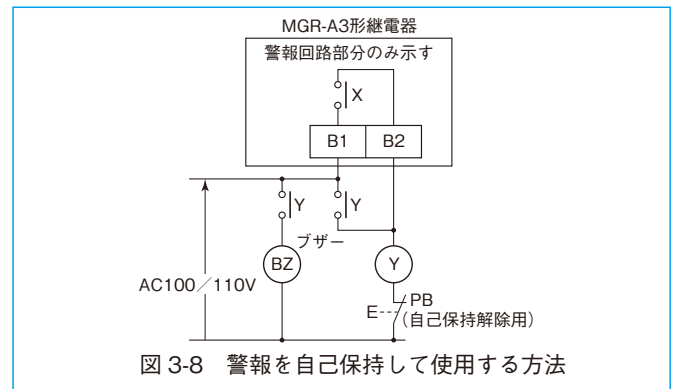

図 3-8 警報を自己保持して使用方法
- ① VT2次電圧から制御電圧を導入する定電圧回路を内蔵していますので、特別な制御電源を必要としません。
- ② 使用条件設定スイッチにより各使用条件を設定してください。
- ③ 高圧需要家内で地絡事故が発生すると、事故電流 (零相電流 - 充電電流) は大地を経て配電線や機器の対地静電容量を通じて流れ、その事故電流はMZT形零相変流器 (ZCT) により検出され、2次出力により継電器に供給されます。
- ④ 零相電流が整定値以上となった場合には、タイマーが始動し、動作時間整定値以上継続すれば出力接点と動作表示器が動作します。
- ⑤ リレー動作後、零相電流が整定値未満となると、
- ・ MGR-A3T-Rの場合：出力接点は自動復帰します。警報用接点を自己保持回路とする場合は、図3-8を参照してください。
ブザー回路を自己保持回路とする場合は、図3-8を参照ください。
- (3) ZCTの2次配線：2次端子（k、l）、および試験端子（kt、lt）はダブルナットになっておりナット間に接続します。接続する際は、内側（ZCT側）のナットを緩めないでください。
- (4) 電力ケーブルのシールドアース：ZCTの1次に、電力ケーブルを使用される場合は「高圧受電設備規程（JEAC 8011）」のシールドアースの項目に示されたように、シールドのアースにご注意ください。
- (5) 電力ケーブルの位置：ZCTの1次導体の外装に傷を付けないよう取扱いにご注意ください。また、曲げ半径は導体外径の10倍以上とし、ZCT貫通部では三相对称に配置してください。
- (6) 警報回路：MGR-A3T-R形の場合、出力接点は自動復帰しますので、警報を自己保持してご使用の際は図3-8のように回路を構成してください。
- (7) ZCTとの接続：MGR-A3形1台に対して、ZCTの接続可能台数は1台です。ZCTを2台以上並列接続した場合、正しい検出が出来ない場合があります。